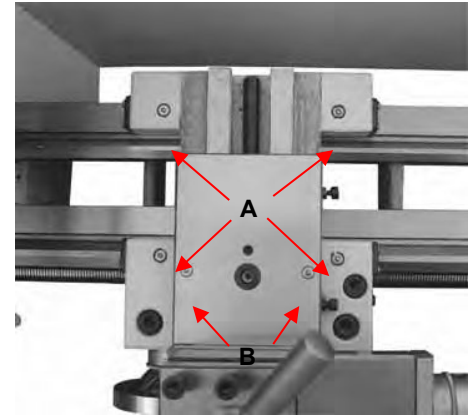

Fig. 36
2. Desserrer la vis moletée (B, fig. 36) et ouvrir les doigts coulissants (C, fig. 31) jusqu'à ce que la lunette puisse être déplacée avec son doigt autour de la pièce à usiner. Fixer la lunette en position.
Lubrifiez les quatre raccords d'huile (A, Fig. 36) une fois par jour avec de l'huile pour machine 20W.
Lubrifiez les deux raccords d'huile (B, Fig. 36) une fois par jour avec de l'huile pour machine 20W.